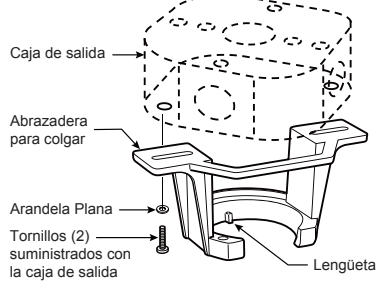

Figura 3
### Uso del soporte (Figura 3)
3. Retire el clip de horquilla y pasador de horquilla de la parte inferior de la bola para colgar. Retener el pasador y clip para la reinstalación en el paso 5. (Figura 3)
1. Fije bien la abrazadera para colgar a la caja de salida (no se incluye) con los tornillos y las arandelas provistas con la caja de salida. (Figura 3)
2. Deslice el receptor en el soporte de suspensión antes de realizar el cableado como se muestra en la figura 3.
3. Extraiga uno de los tres tornillos del carcasa de interruptor. Guarde el tornillo para pasos posteriores y afloje levemente los otros dos tornillos. (Figura 3)
3. Retire la cubierta de la batería del control remoto con un destornillador y conserve el tornillo para luego. (Figura 3)